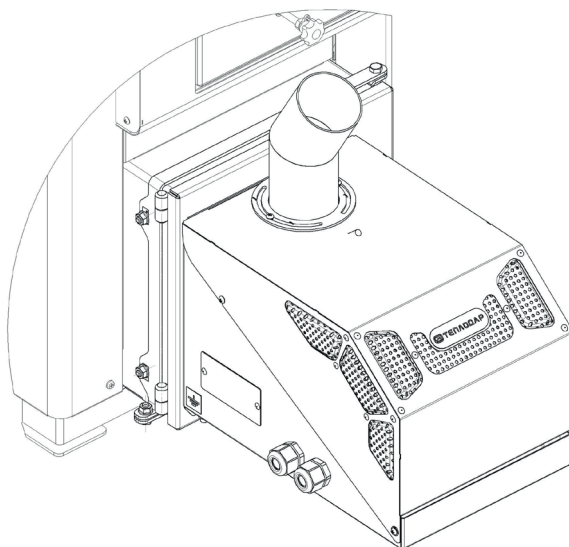

Рис. 2.4
4. Установить горелочное устройство Рис.2.4.